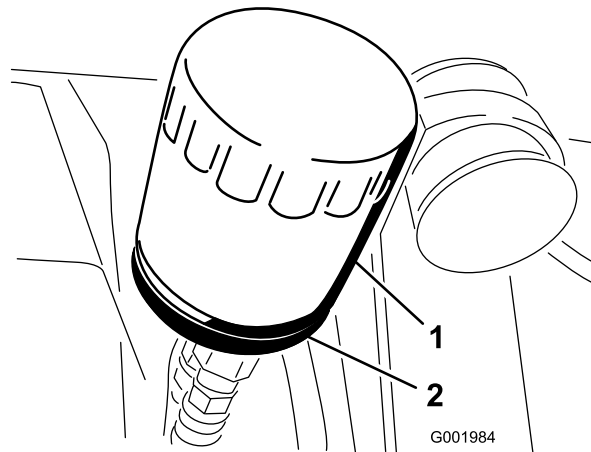

Bild 52
2. Entfernen Sie den Ölfiler (Bild 52).
5. Setzen Sie den Ersatzölfiler auf den Anbaustutzen auf. Drehen Sie den Ölfiler nach rechts, bis die Gummidichtung den Anbaustutzen berührt. Ziehen Sie ihn dann um eine weitere 1/2 Umdrehung fester (Bild 52).